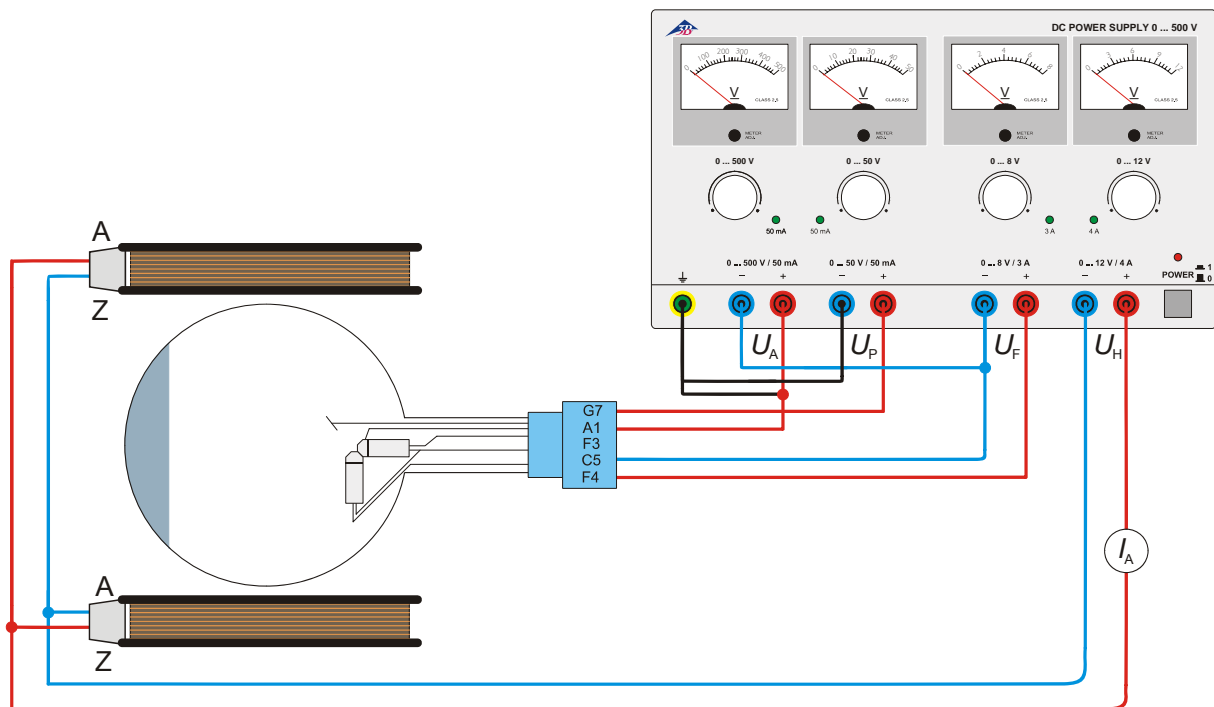

Fig. 4 Determinazione di  $e/m$  per mezzo del cannone elettronico verticale
- Cablare il tubo come indicato nella fig. 4.